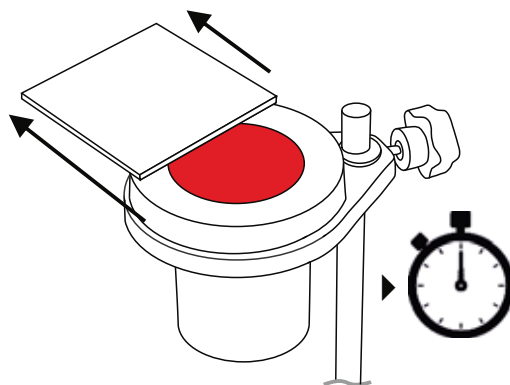

Bild 4
- 7 Entfernen Sie die Glasplatte und starten Sie die Stoppuhra (Bild 4).